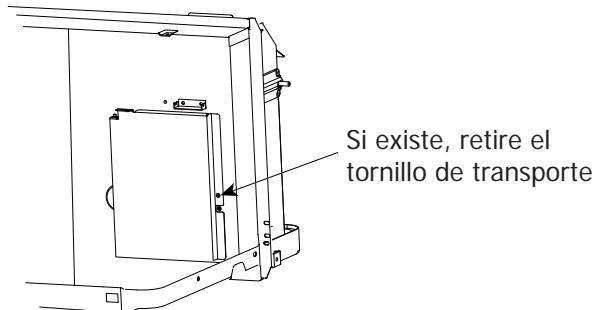

Fig. 9 – Ubicación del tornillo de transporte
2. Saque el tornillo de transporte de la puerta de ventilación, si existe. Ver Fig. 9.